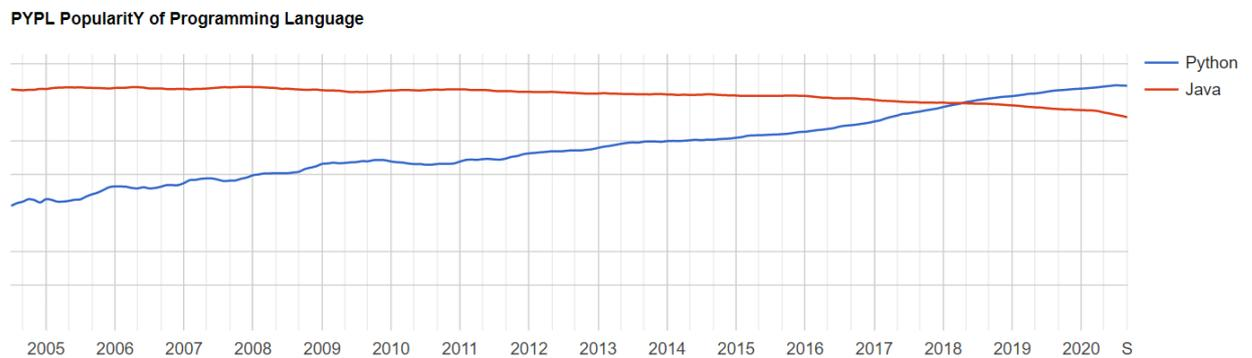

Figura 36 - Evolución de la popularidad de Python vs java (Pypl) (18)
El ecosistema de lenguajes de programación ha permanecido invariante durante muchos años, pero en la última década, la irrupción de nuevos paradigmas y lenguajes de programación cada vez de nivel más alto, ha cambiado la balanza. Según datos estadísticos de Stackoverflow (17) y el Índice Pypl (18), Python es el lenguaje más popular y usado actualmente. Ciertamente es el más usado en Raspberry Pi, ya que incluye por defecto los entornos para Python2 y 3, y se propicia a su uso. Python en la actualidad ha superado ya en popularidad a Java, tal como se demuestra en la siguiente Figura 36.